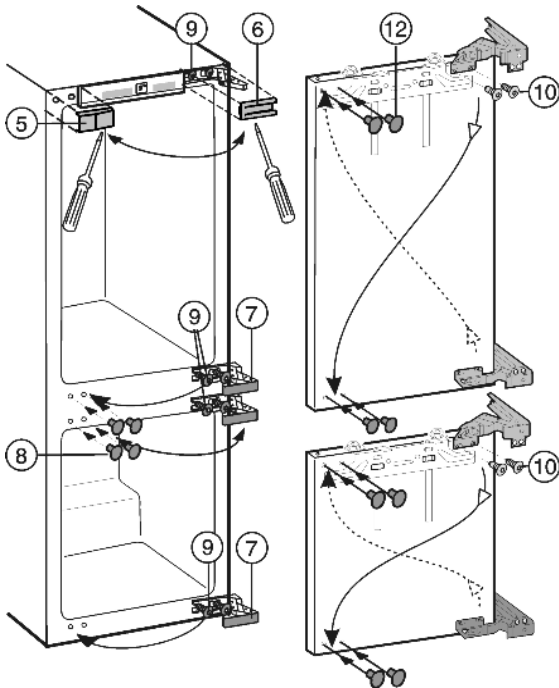

Fig. 4
- ▶ Накладки Fig. 4 (5,6,7,8) отождмите вперед при помощи плоской отвертки.
- ▶ Винты Fig. 4 (9) вверху и внизу на корпусе устройства только ослабьте.
- ▶ Винты Fig. 4 (9) переставьте на противоположную сторону и слегка прикрутите.
- ▶ Выкрутите винты Fig. 4 (10) и переверните шарниры по диагонали.
Винты Fig. 4 (10) микрокапсулированные: используйте аккумуляторный винтовёрт.
- ▶ Освободившиеся отверстия закройте заглушками Fig. 4 (12).
- ▶ Навесьте дверь на предварительно смонтированные винты Fig. 4 (9) и затяните винты с **моментом 4 Нм**.